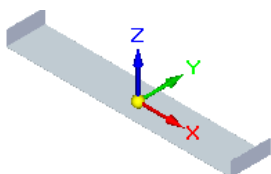
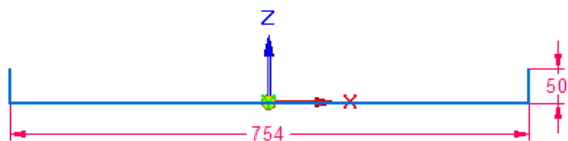

图 8.13.103 轮廓弯边
图 8.13.104 截面草图
(1) 选择命令。选择下拉菜单 →  属性 →  材料表 定义和编辑零件材料。命令, 系统弹出“Solid Edge 材料表”对话框。
(2) 定义钣金参数。在“Solid Edge 材料表”对话框中单击 量规 选项卡, 在材料厚度(T): 文本框中输入值 2, 在折弯半径(R): 文本框中输入值 1, 其他选项采用系统默认设置; 单击 应用于模型 按钮, 完成设置。
Step3. 创建图 8.13.103 所示的轮廓弯边特征 1。
(1) 选择命令。单击“主页”功能选项卡“钣金”工具栏中的“轮廓弯边”按钮.
(2) 定义特征的截面草图。选取前视图 (XZ) 平面作为草图平面, 绘制图 8.13.104 所示的截面草图。